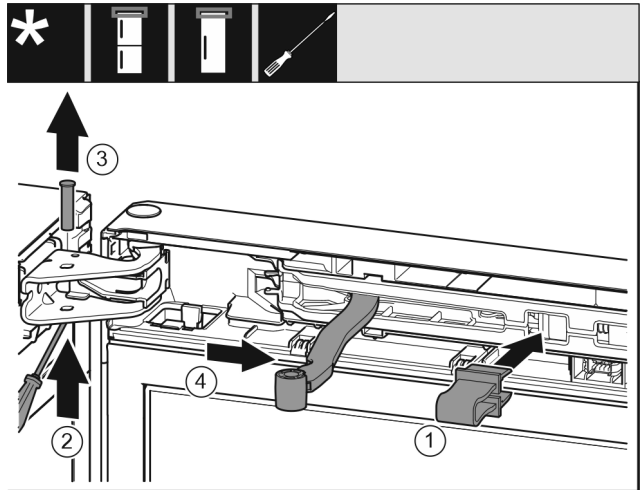

Fig. 9
- ▶ 将安全装置卡入开口。 Fig. 9 (1)
- ▶ 用螺丝刀将螺栓推出。 Fig. 9 (2)
- ▶ 向上取出螺栓。 Fig. 9 (3)
- ▶ 将铰链转向门的方向。 Fig. 9 (4)